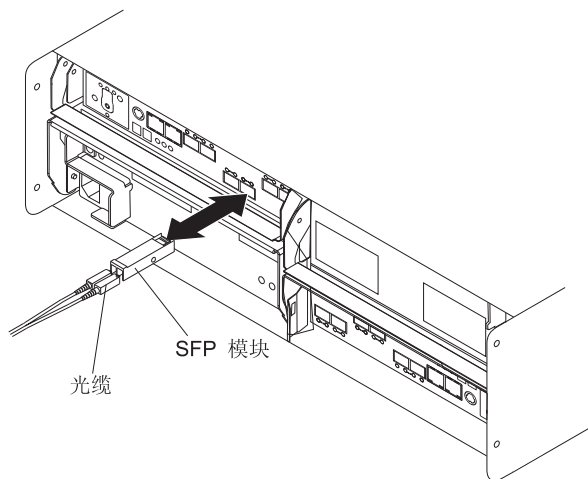

图 26. 在支持的 DS5020 存储子系统中安装 SFP 模块和 LC-LC 电缆
2. 如第 39 页的图 26 所示，将 LC-LC 光缆连接到 SFP 模块。
注: 图 26 显示 DS5020 存储子系统。所示的 DS5020 存储子系统仅用于举例说明目的。